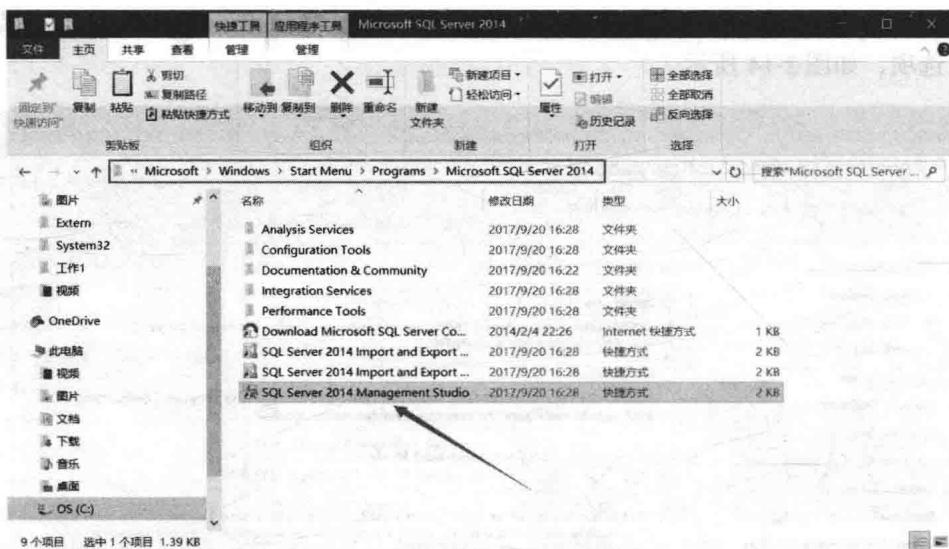
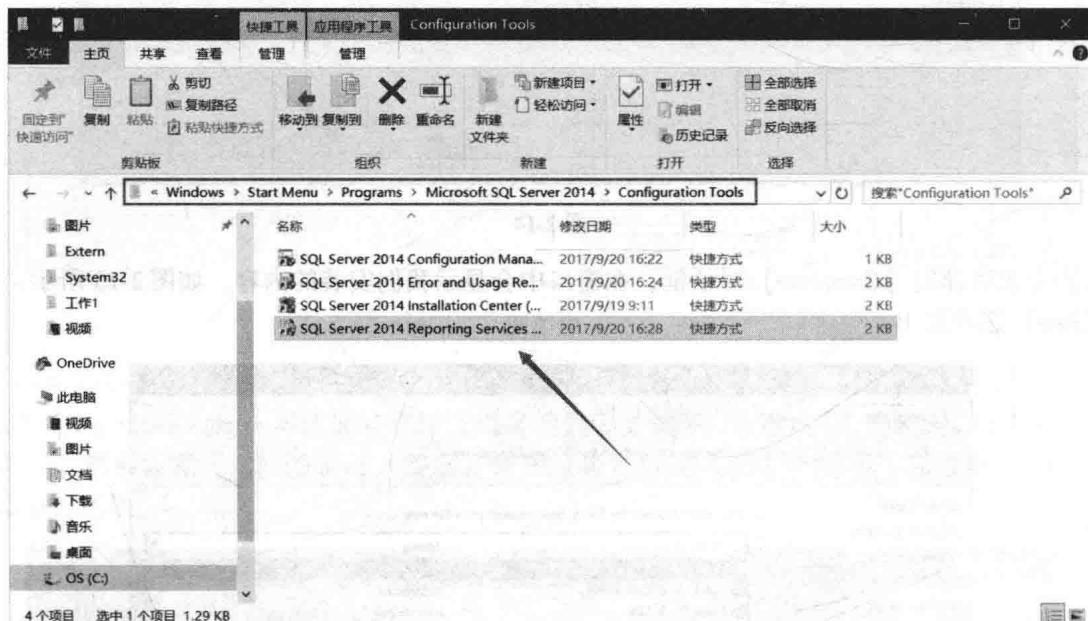

图 2-16
图 2-17
(11) 安装完成后，从文件夹或者从开始菜单中发送快捷方式到桌面，如图 2-16 和图 2-17 所示。